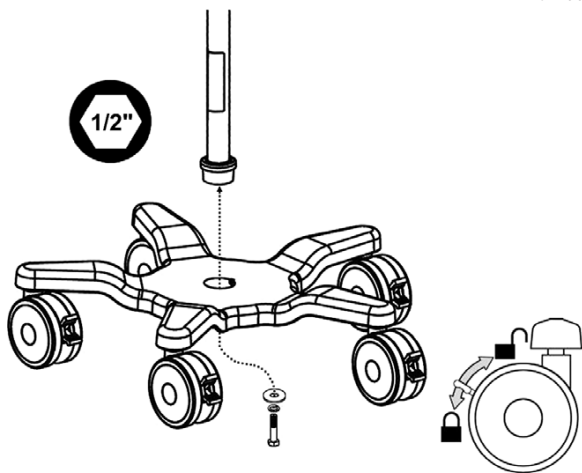

Figure 1 ■ Figure 1 ■ Abbildung 1 ■ Figura 1 ■ Figura 1
■ Afbeelding 1 ■ Figur 1 ■ Figur 1 ■ Εικόνα 1 ■ Figura 1
■ Obrázek 1 ■ 1 ábra ■ Rysunek 1 ■ Obrázok 1 ■ Figur 1 ■ Kuva 1
■ Рисунок 1 ■ Slika 1 ■ 图 1 ■ 그림 1 ■ 図1